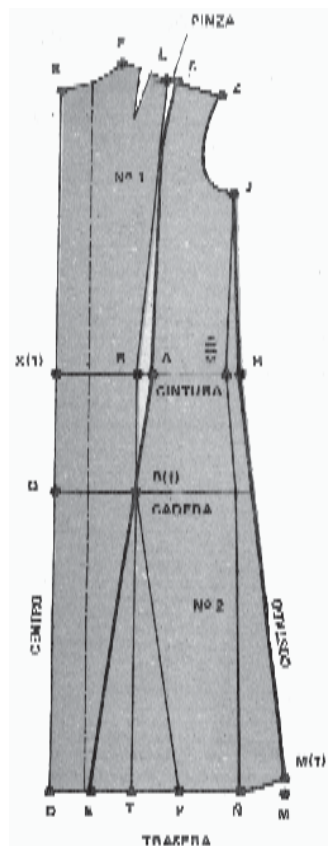

Fig. 7.
De K(1) hacia la parte exterior, soltar el entalle marcando 3 cm, punto H. Prolongar la línea de cintura (fig. 7). Unir J-H.